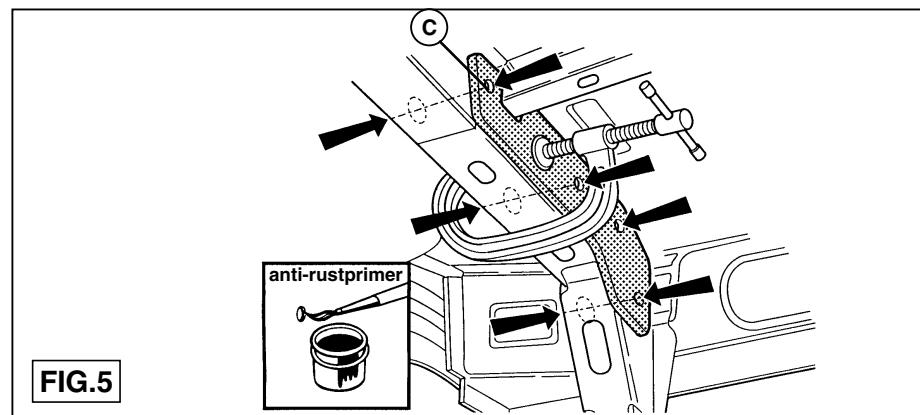

FIG.5
2. Marquer les trous A et B conformément à la fig.3 sur le châssis droit. Percer ensuite les trous marqués de ø10mm. Positionner la plaque de fixation C conformément à la fig.4 en positionnant les trous A et B sur les trous venant d'être percés. Fixer la plaque de fixation à l'aide de serre-joints et percer les trous D et E conformément à la fig.4. Aléser ensuite les trous indiqués sur la même figure. Traiter les surfaces de forage avec un produit anti-rouille conformément à la fig.5.
- Markera hålen A och B på det högra chassit enligt fig. 3. Borra sedan de markerade hålen c10mm. Placera monteringsplåt C enligt fig. 4 med hålen A och B på de nyss borrade hålen. Sätt fast monteringsplåten med limpressar och borra igenom hålen D och E enligt fig. 4. Förstora sedan hålen som anges i samma figur. Behandla borrytorna med en rotskyddande primer enligt fig. 5.
2. Marcar de acuerdo con la fig. 3 los orificios A y B en el chasis derecho. Luego taladrar los orificios marcados ø10mm. Colocar la placa de fijación C de acuerdo con la fig. 4 con los orificios A y B sobre los orificios que se acaban de realizar. Fijar la placa de fijación con las abrazaderas de cola y taladrar los orificios D y E de acuerdo con la fig. 4. Seguidamente agrandar los orificios indicados en la misma fig. Tratar con una imprimación anticorrosiva las superficies de perforación de acuerdo con la fig. 5.